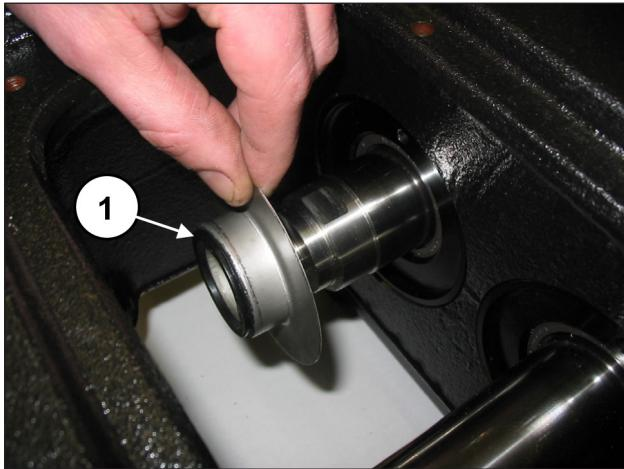
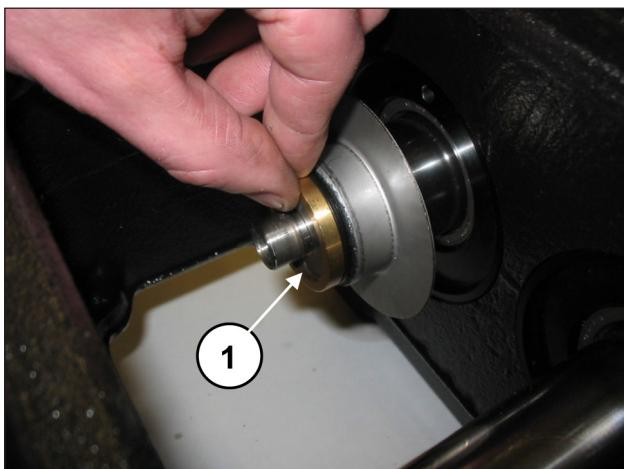

Fig. 97
Fig. 98
Placer le joint anti-éclaboussures et l'entretoise anti-éclaboussures dans le logement sur la tige du guide piston (rep. ①, Fig. 97 et Fig. 98).